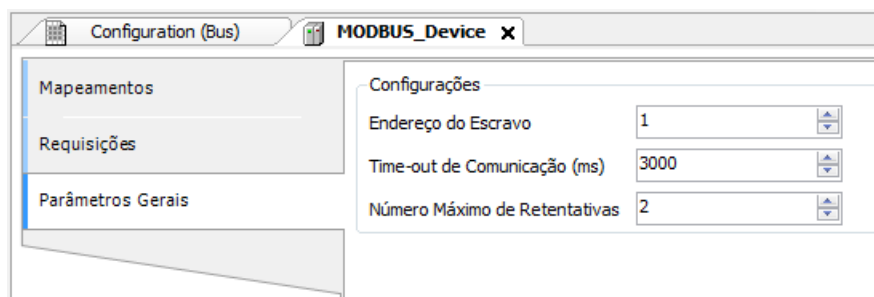

Figura 85: Tela de Configurações dos Parâmetros Gerais do Dispositivo
- Adicionar e configurar dispositivos através da aba Parâmetros Gerais, definindo endereço do escravo, time-out de comunicação e número de tentativas de comunicação como pode ser visto na Figura 85.